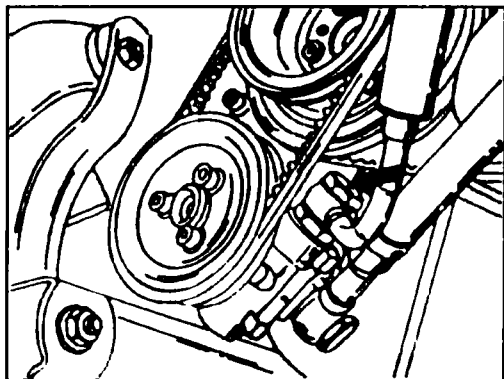

Рис. 8.2 Полный болт (см. по стрелке) крепления гидравлической трубки насоса гидроусилителя - двигатель 2,0
- ◆ Выверните из насоса гидроусилителя болт (см. по стрелке рис. 8.2) и отсоедините гидравлическую трубку. Вытекающую гидравлическую жидкость соберите в чистую емкость. В **пятицилиндровом дизельном двигателе** необходимо отсоединить от насоса гидроусилителя обе трубки, то есть возвратную и подающую.